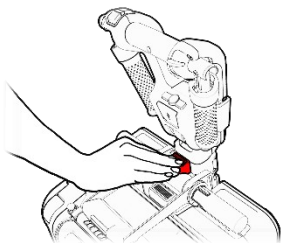

Figura 6
- Presione la rEsbotón d (consulte la Figura 6, paso 1) e inclínelo hacia afuera del cuerpo principal del ATTO (consulte la Figura 6, paso 2).